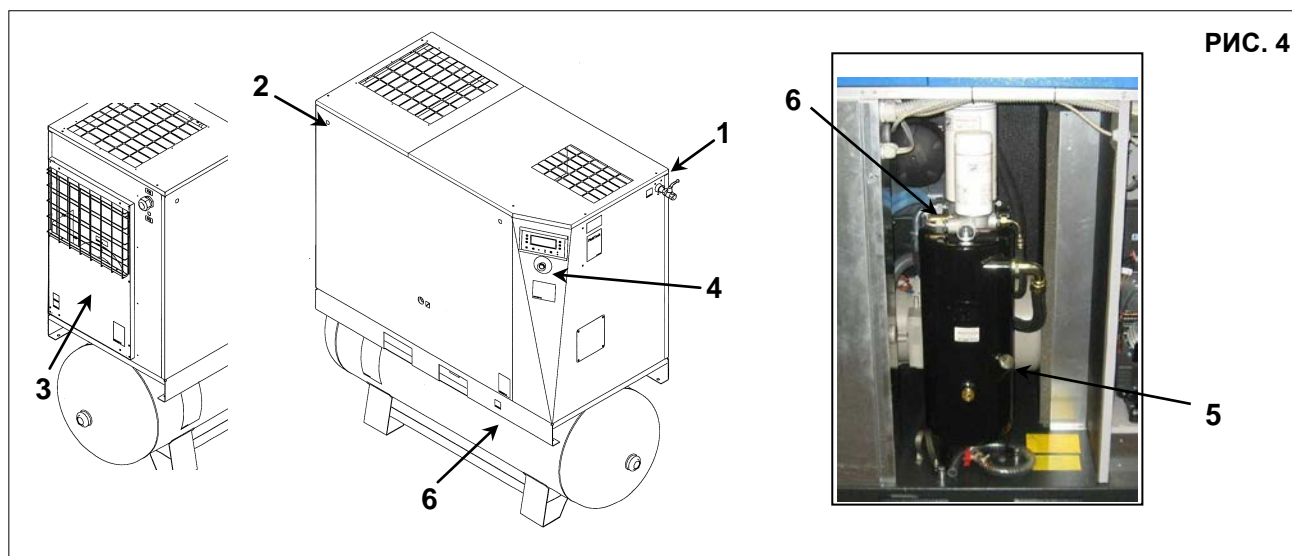

РИС. 4
7.1 ЗАЩИТНЫЕ УСТРОЙСТВА ДЛЯ ВИНТОВОГО КОМПРЕССОРА (РИС. 4)